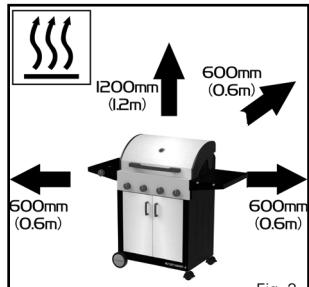

Fig. 2
- Se till att apparaten inte används i näheten av antändligt material. Minsta säkerhetsavstånd är 1,2 m ovanför apparaten och 600 mm från apparatens sidor och baksida (se bild 2).